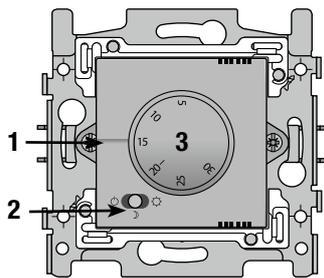

fig.3
### Éléments (fig.3)
1. Valeur réglée: le trait indique la température souhaitée (Dans la fig.3 p.ex. le thermostat est réglé à 15°C).